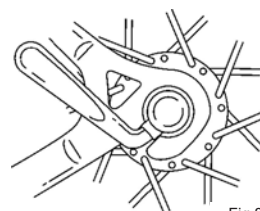

Fig.8
- (4) Placez la chaîne sur le dessus du plus petit pignon de la roue libre. Insérez ensuite la roue dans les pattes du cadre et tirez-la à fond dans les pattes.
- (5) Serrez l'écrou de réglage de serrage rapide et serrez les à la main contre la patte du cadre; poussez le levier vers l'avant du vélo jusqu'à ce qu'il soit parallèle à la base arrière ou au hauban du cadre, incurvé vers la roue (fig. 6 et fig. 8). Pour appliquer une force de serrage suffisante, vous devez enrouler vos doigts autour du tube de cadre pour faire levier et le levier doit s'imprimer clairement dans la paume de votre main.